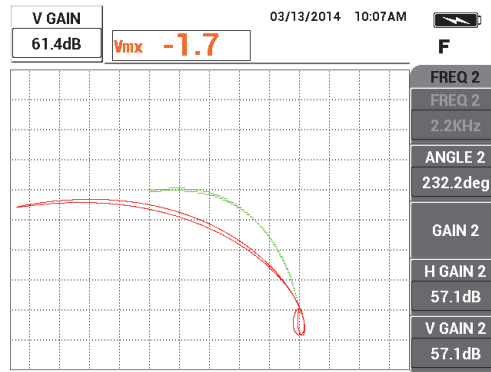

Figura 5-123 Ajuste da amplitude vertical do sinal da frequência 1
14. Pressione a tecla GAIN (**dB**) novamente e, em seguida, aumente a amplitude vertical do sinal da frequência 1 (verde) até se estender exatamente sobre 4 divisões sobre o ponto nulo (veja Figura 5-123 na página 218).